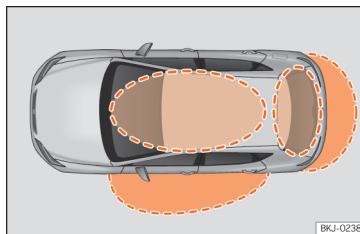
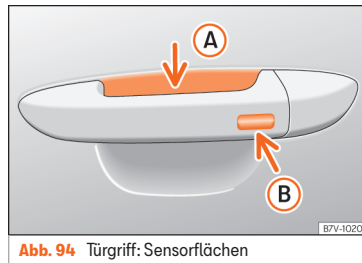

Abb. 93 Keyless Access: Näherungsbereiche.
Abb. 94 Türgriff: Sensorflächen
»» Abb. 94
Keyless Access ist ein schlüsselloses Start- und Schließsystem, mit dem das Fahrzeug ohne aktive Fahrzeugschlüsselbenutzung ent- bzw. verriegelt werden kann. Dazu müssen sich lediglich ein gültiger Fahrzeugschlüssel im Erkennungsbereich für den Zugang zum Fahrzeug befinden »» Abb. 93 und eine der Sensoren an den Türgriffen berührt werden »» Abb. 94 »» .
Befindet sich ein gültiger Schlüssel in einem der Funktionsbereiche »» Abb. 93, erteilt das Schließ- und Startsystem Keyless Access diesem Schlüssel eine Zugangsberechtigung, sobald eine der Sensorflächen an den Vordertürgriffen betätigt wird.
- Umfassen Sie den Fahrertürgriff. Dabei wird die Sensorfläche »» Abb. 94 (A) (Pfeil) im Türgriff berührt und das Fahrzeug entriegelt sich.
- Berühren Sie *einmal* den Verriegelungssensor »» Abb. 94 (B) (Pfeil) am Griff der Fahrertür. Die Tür, an welcher der Griff betätigt wird, muss geschlossen sein.
- Berühren Sie *einmal* die Sensorfläche »» Abb. 94 (B) (Pfeil) am Griff der Fahrertür. Das Fahrzeug ist mit der „Safe“ »» Seite 108-Sicherheitssystem verriegelt. Die Tür, an welcher der Griff betätigt wird, muss geschlossen sein.
- Berühren Sie *zweimal* die Sensorfläche »» Abb. 94 (B) (Pfeil) am Griff der Fahrertür, um das Fahrzeug zu verriegeln, ohne das Sicherheitssystem „Safe“ zu aktivieren »» Seite 108.
Wenn sich ein gültiger Fahrzeugschlüssel in der Nähe »» **Abb. 93** der Heckklappe befindet, entriegelt die Heckklappe beim Öffnen des verriegelten Fahrzeugs automatisch.
- Berühren Sie die Schließaste  auf dem Funkschlüssel und berühren Sie einmal innerhalb von 5 Sekunden die Verriegelungssensorfläche am Fahrertürgriff »» **Abb. 94** . Greifen Sie nicht am Türgriff, da sich das Fahrzeug sonst nicht verriegelt. Die Deaktivierung
Um mit der **Komfortfunktion** alle elektrischen Seitenfenster und das Glasdach zu schließen, legen Sie einige Sekunden einen Finger auf den Verriegelungssensorfläche »» **Abb. 94**  (Pfeil) am Türgriff, bis die Seitenfenster und das Dach geschlossen sind.
Schlüssel in der Nähe befindet. Ist mindestens eines der elektrisch betriebenen Seitenfenster geöffnet und wird die Sensorfläche » Abb. 94  (Pfeil) an einem der Türgriffe permanent aktiviert, schließen sich alle Fenster.